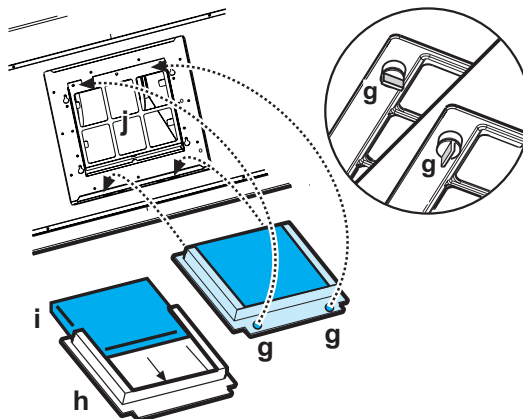

Bild 4
- **Montage:** Den/die Fettfilter entfernen. Den Rahmen **i**, der den Filter **h** trägt, abnehmen, dazu die Verriegelungen (**g**), um 90° drehen. Das Aktivkohlevlies in das Innere des Rahmens einsetzen und wieder in umgekehrter Reihenfolge befestigen. Den/die Fettfilter wieder einbauen. **Bild 4.**